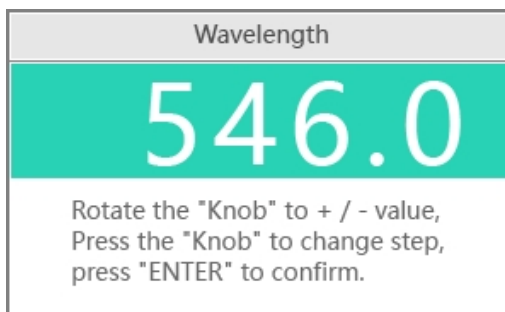

Fig. 6-10 Réglage de la longueur d'onde de mesure
- 1 Appuyez sur le bouton pour ouvrir l'interface de réglage (figure 6-10), tournez le bouton pour modifier la longueur d'onde de mesure et appuyez sur "ENTER" pour confirmer.